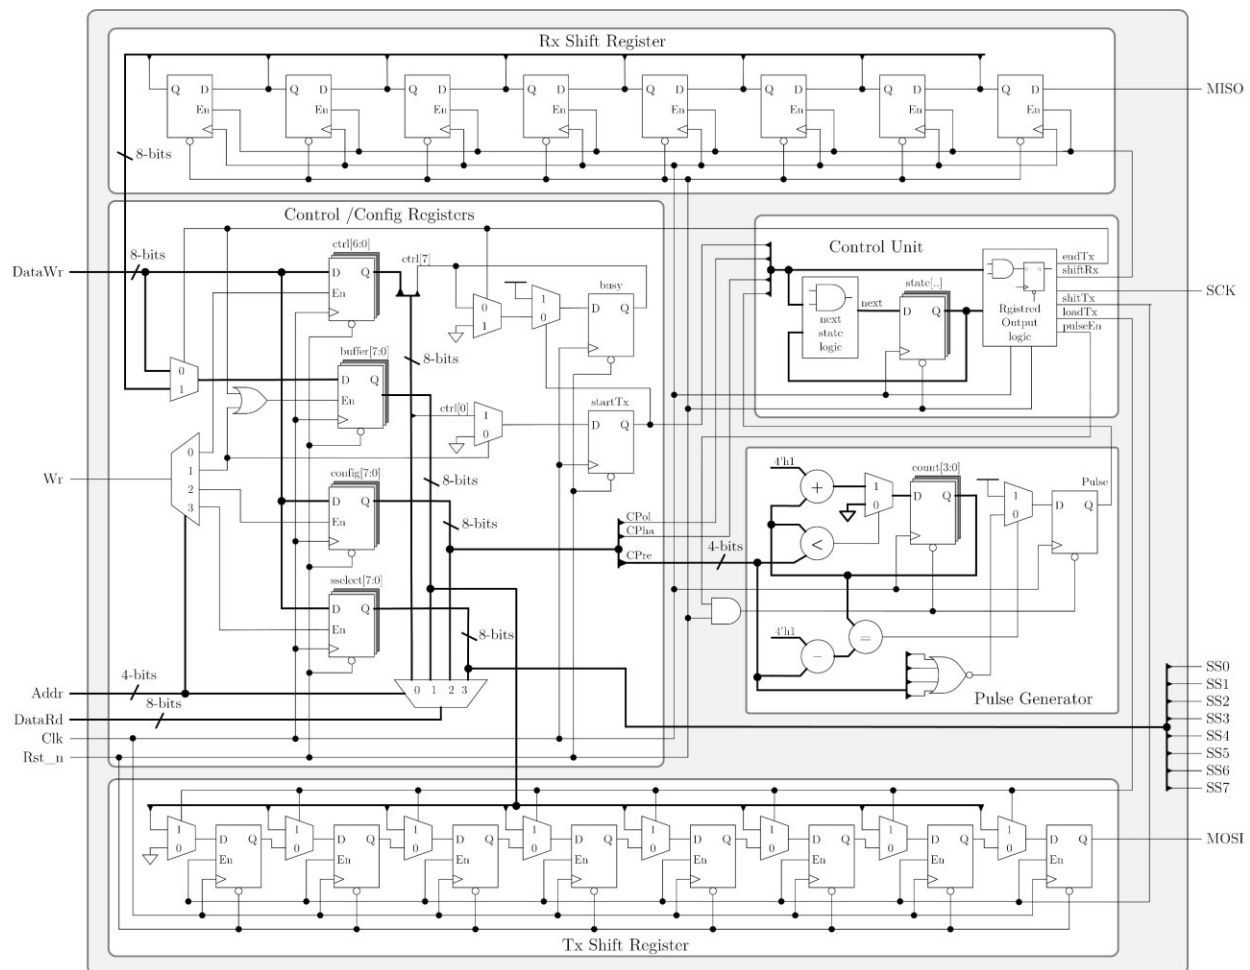

Figura 7. Arquitectura del mestre SPI a implementar.
La Figura 7 mostra el diagrama RTL simplificat del mestre SPI. Un cop definida l'arquitectura del nostre sistema digital, els següents passos són codificar a nivell RTL i verificar-ne la funcionalitat, per finalment sintetitzar el sistema complet. En aquesta pràctica ens familiaritzarem amb els passos bàsics a seguir pel flux de disseny i síntesis en FPGA. Per fer-ho ens centrarem en la implementació dels registres de desplaçament que es mostren al diagrama RTL de la Figura 7.
En la pràctica 2 ens vàrem familiaritzar amb el flux de disseny aplicat a un registre de desplaçament. Durant les pròximes 4 sessions dissenyarem i verificarem la resta de blocs que componen el mestre SPI (Figura 7 del guió Lab2).
11. Dissenyeu el generador de polsos de la Figura 7 (del guió Lab2) anomenat *pulse_generator*. Aquest ha de ser parametritzable i ha de generar un pols cada N cicles de rellotge. El reset del mòdul ha de ser asíncron i actiu per nivell baix. Noteu que el senyal d'habilitació i del mòdul ataca el mateix reset.